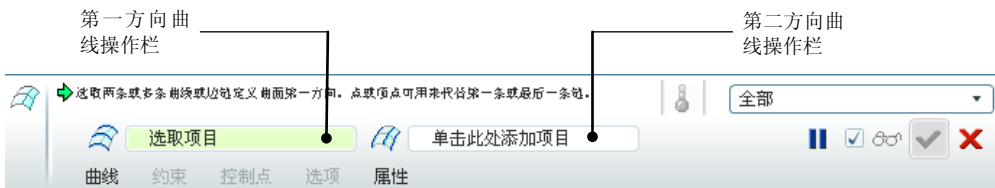

图 6.2.12 操控板
(1) 选择下拉菜单 **文件(F)** → **设置工作目录(W)...** 命令,将工作目录设置至 D:\proewf5.1\work\ch06\ch06.02。
(2) 选择下拉菜单 **文件(F)** → **打开(O)...** 命令,打开文件 surface_boundary_blended.prt。
Step2. 选择 **插入(I)** → **边界混合(B)...** 命令,屏幕上方出现图 6.2.12 所示的操控板。